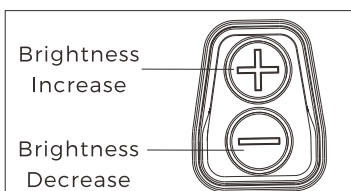

Fig 7
- 1- Allumage : Appuyer puis relâcher le bouton de réglage d'intensité (+ ou -) pour allumer le viseur. Voir Figure 7.